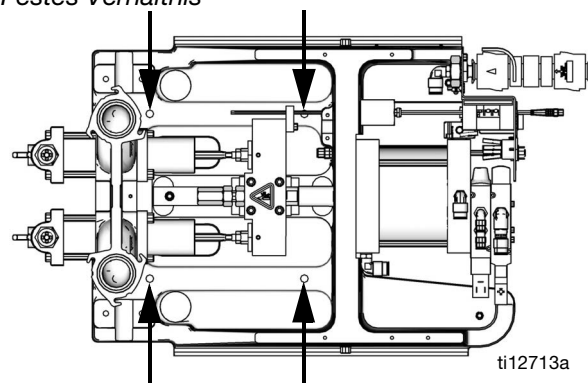

ABB. 4: Montagelöcher
3. Lösen Sie die Befestigungsschrauben auf beiden Seiten des Gehäuses (110) und diese abnehmen.
4. Befestigen Sie den Rahmen am gewünschten Aufstellungsort, indem Sie die Befestigungselemente (nicht im Lieferumfang enthalten) durch die 4 Montagebohrungen stecken. Siehe ABB. 4.